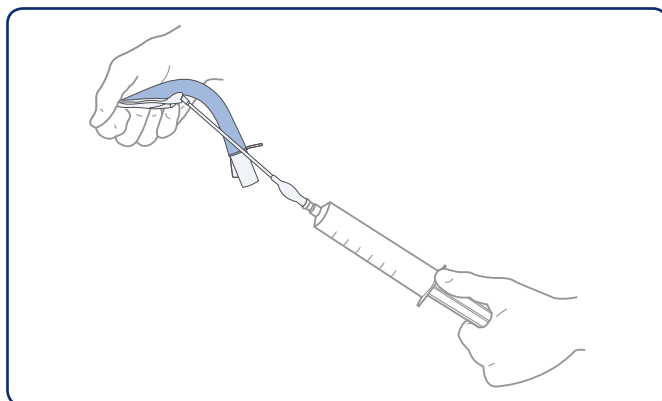

Figura 4: Sgonfiaggio del dispositivo LMA Protector™
1. Dopo aver collegato in modo sicuro una siringa da almeno 50 ml al port di gonfiaggio, tenerla insieme al dispositivo LMA Protector™ esattamente come indicato nella Figura 4. Allontanare la siringa collegata dal dispositivo finché la linea di gonfiaggio è leggermente tirata, come indicato. Comprimerne l'estremità distale del dispositivo tra l'indice e il pollice estraendo l'aria finché non si è ottenuto il vuoto.
2. Durante lo sgonfiaggio, tenere il dispositivo in modo che l'estremità distale sia leggermente curvata anteriormente, come illustrato nella Figura 4.